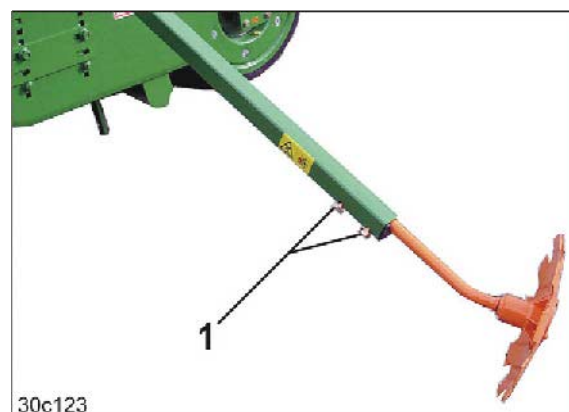

Рис. 132
4. Открутите болты (Рис. 132/1).
7. Затяните винт (Рис. 132/1).